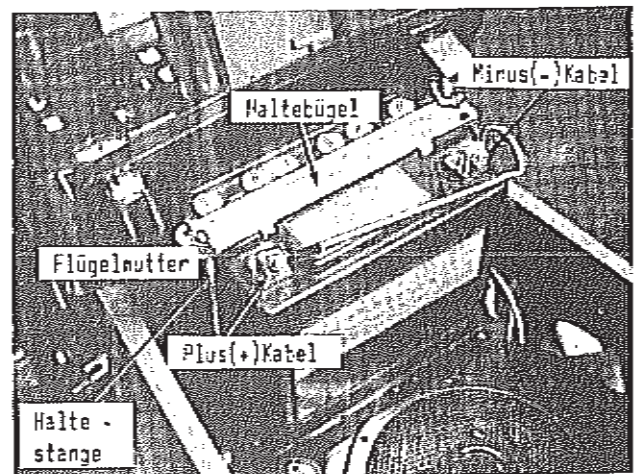

Abb. 4
5. Haken Sie beide Haltestangen am Batteriekasten ein, führen Sie diese nach oben, Abb. 4.